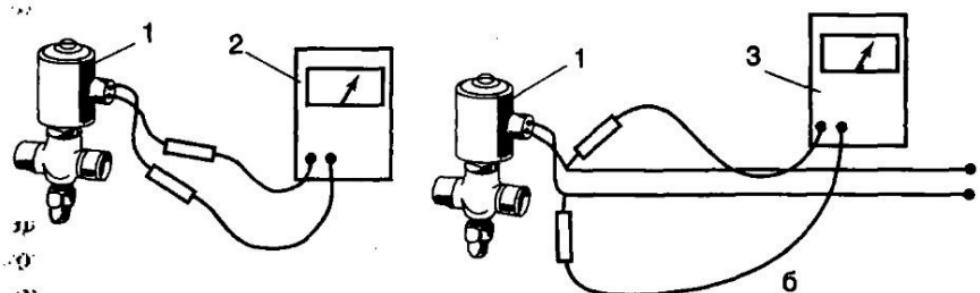

Рис. 78. Проверка катушки электромагнитного вентиля (а) и напряжения на клеммах (б):
28.5. Когда оттаивание проводят горячим паром хладагента, то для его подачи в испаритель, минуя ТРВ, применяется электромагнитный вентиль. При сгорании катушки вентиля прекращается процесс оттаивания. Для проверки повреждения вентиля оттаивания отключают подачу электроэнергии и отсоединяют провода от катушки электромагнитного вентиля. Катушку проверяют с помощью омметра (рис. 78, а). Омметр показывает сопротивление «бесконечность», если в катушке имеется обрыв, или оно ниже нормы, если в катушке произошло короткое замыкание. При визуальном осмотре перегоревшей катушки заметно обесцвечивание изоляции и ощущается запах горелой изоляции. В этих случаях неисправную катушку заменяют.
рителе образуется значительный слой инея, то проверяют подачу напряжения на катушку вентиля, устанавливая вручную реле сначала на цикл оттаивания, а затем на выключение цикла оттаивания (рис. 78, б). Если на катушку вентиля подается напряжение и в вентиле не слышно переключения контактов, то он поврежден и подлежит замене.